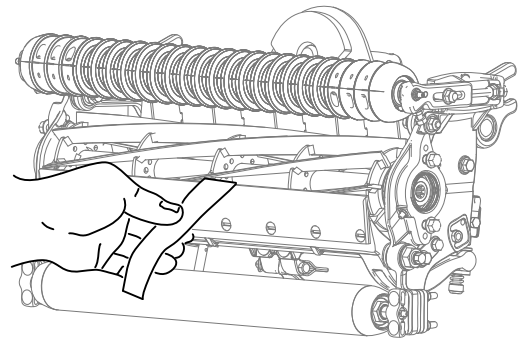

Bild 10
12. Testen Sie die Schnittleistung, indem Sie einen langen Streifen des Toro Schnittleistungspapiers senkrecht zum Untermesser zwischen die Spindel und das Untermesser legen (**Bild 10**). Drehen Sie die Spindel **langsam** vorwärts; das Papier sollte geschnitten werden.